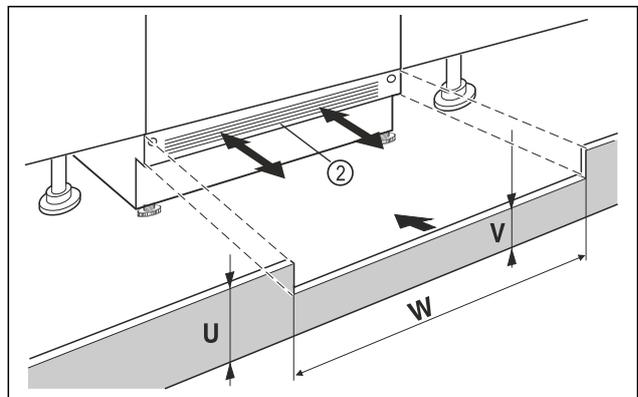

Fig. 12 Immagine a titolo di esempio
- ▶ Applicare lo zoccolo dell'apparecchio Fig. 12 (2) ma non fissarlo ancora.
- ▶ Se lo zoccolo è visibile Fig. 12 (2), tirarlo in avanti in modo tale che il bordo anteriore della griglia di ventilazione e lo zoccolo del mobile siano a filo.
- ▶ Se lo zoccolo è nascosto Fig. 12 (2) spingerlo completamente indietro.
- ▶ Verificare che le fessure di ventilazione siano completamente libere: Se necessario, tagliare lo zoccolo del mobile Fig. 12 (U)!
- ▶ Adattare, per la larghezza dell'area di incasso Fig. 12 (W), l'altezza del listello Fig. 12 (V) sotto lo zoccolo dell'apparecchio Fig. 12 (2).